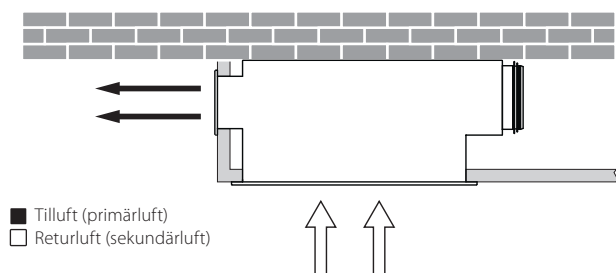

Bild 1. Funktionsprincip, HotelAir.
- HotelAir installeras i undertak med returluftsintag i ett ned-sänkt undertak och tilluftsgaller i vägg (se bild 1).